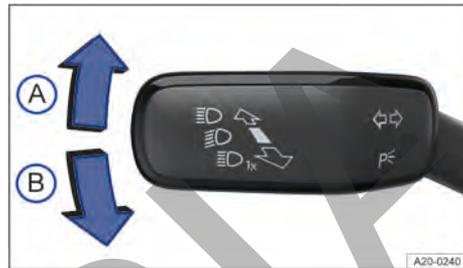

Fig. 68 En el lado izquierdo de la columna de dirección: palanca de los intermitentes y de la luz de carretera.
- Mueva la palanca de los intermitentes y de la luz de carretera desde la posición central a la posición deseada → fig. 68:
- (A) Se conecta el intermitente derecho ➔.
- (B) Se conecta el intermitente izquierdo ➜.